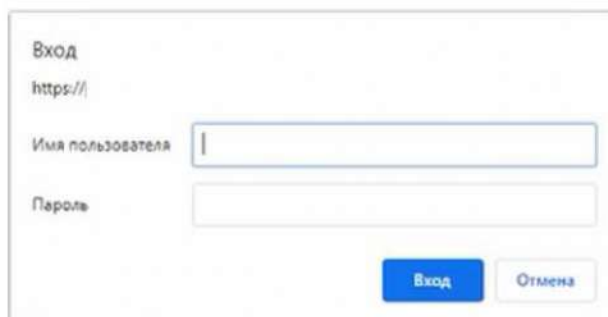

Рисунок 43 - Регистрация пользователя
- 2) Ввести данные учетной записи пользователя (Рисунок 43).